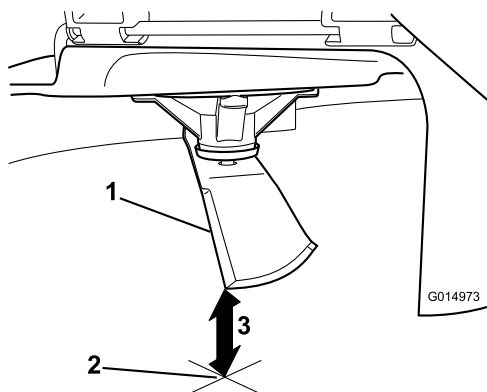

Figura 86
3. Mida desde la punta de la cuchilla hasta la superficie plana (Figura 86).